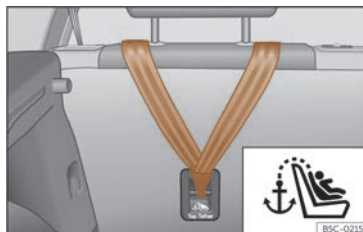
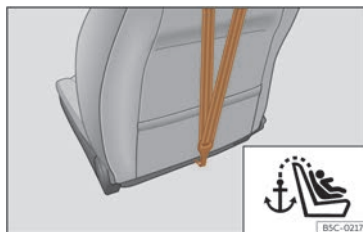

Fig. 46 Arrière de la banquette arrière : ancrage pour la ceinture Top Tether.
Fig. 47 Arrière du dossier du siège du passager avant : ancrage pour la ceinture Top Tether.
- Faites glisser la sangle et fixez-la correctement à l'aide de l'ancrage derrière le dossier >>> **fig. 46** , >>> **fig. 47**.